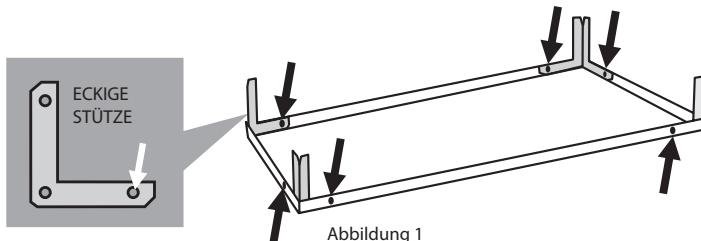

Abbildung 1
- Nehmen Sie ein Regal und befestigen Sie sechs Eckstützen an seiner Unterseite. (Dieses Regal wird in Schritt 5 verwendet.) Siehe Abbildung 1.